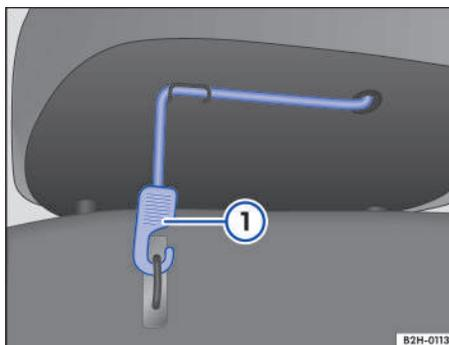

Fig. 59 Debajo del asiento trasero: cinta de sujeción de la banqueta.
Las dos partes de la banqueta del asiento trasero pueden levantarse por separado. Cada parte tiene una cinta de sujeción en el lado inferior → fig. 59.
1. Desenganche la cinta → fig. 59 ① de su fijación en la parte inferior de la banqueta.
3. Coloque la cinta en el alojamiento dispuesto debajo de la banqueta y engánchela en la fijación → fig. 59.